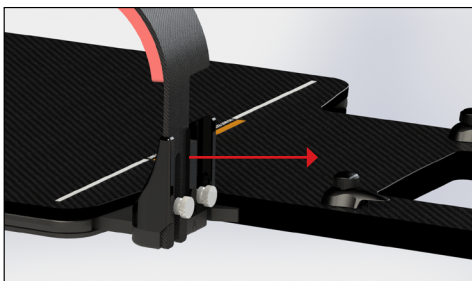

Fig. 1
3. Dra sedan i varje Shoulder-Loc tills det stoppar (Fig. 1).